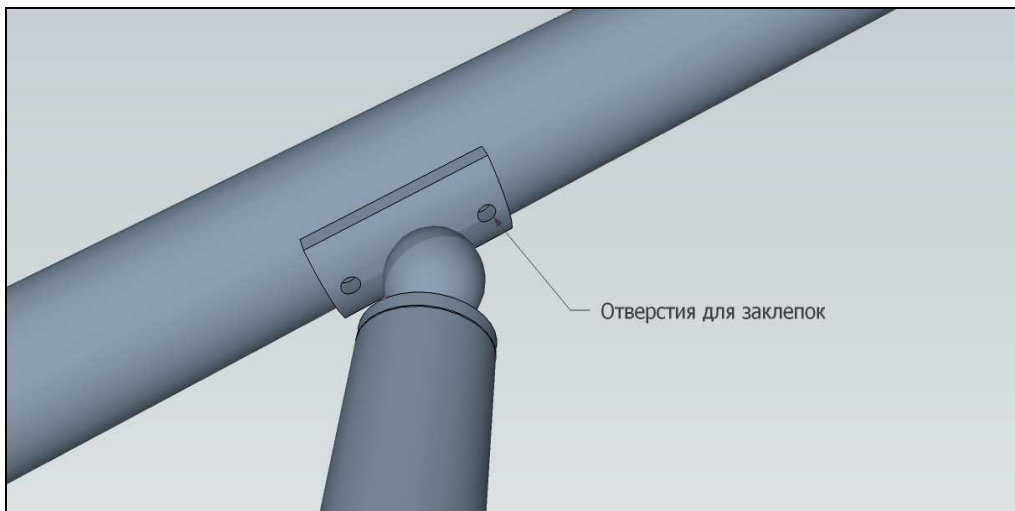

Рис.13
11. Надеваем обратно верхнюю часть крепления поручня к стойке и прикладываем снова наш поручень. Помечаем маркером 2 отверстия для заклепок (рис.13).